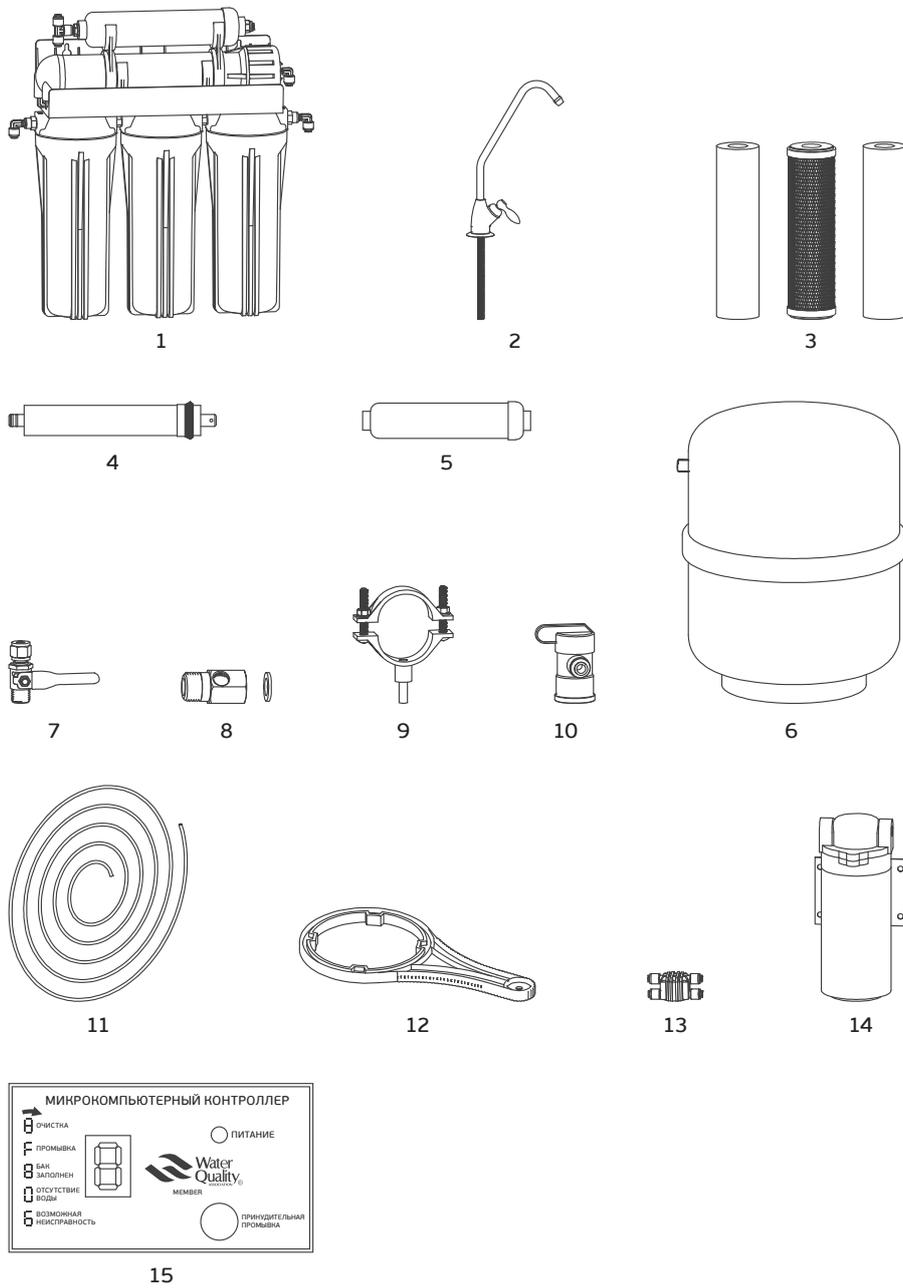

Рис. 1
- блок фильтрации – поз.1, рис.1
- кран питьевой воды – поз.2, рис.1
- комплект картриджей для префильтрации – поз.3, рис.1
- мембрана – поз.4, рис.1
- угольный постфильтр/минерализатор – поз.5, рис.1
- накопительный бак очищенной воды – поз.6, рис.1
- кран подачи воды – поз.7, рис.1
- тройник – поз.8, рис.1
- дренажный хомут – поз.9, рис.1
- шаровой клапан бака – поз.10, рис.1
- соединительные трубки – поз.11, рис.1
- ключ для откручивания корпусов префильтров – поз.12, рис.1
- распределитель потока (отсечной клапан) – поз.13, рис.1
- насос-повыситель – поз.14, рис.1 (только для RO-5.2PW)
- контрольно-информационный дисплей – поз.15, рис.1 (только для RO-5.2PW)